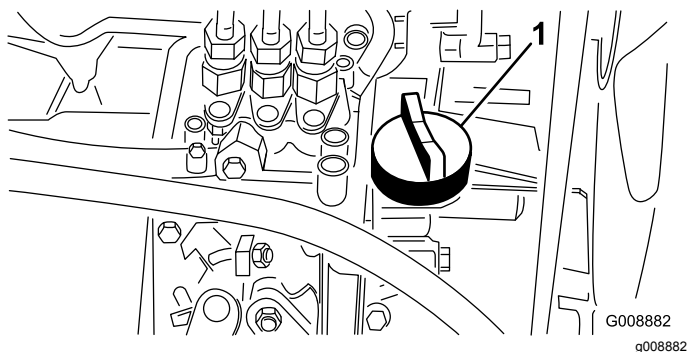

Figure 37
4. Si le niveau est bas, retirez le bouchon de remplissage (Figure 37) et versez progressivement de petites quantités d'huile, en vérifiant fréquemment le niveau, jusqu'à ce que l'huile atteigne le repère maximum sur la jauge.